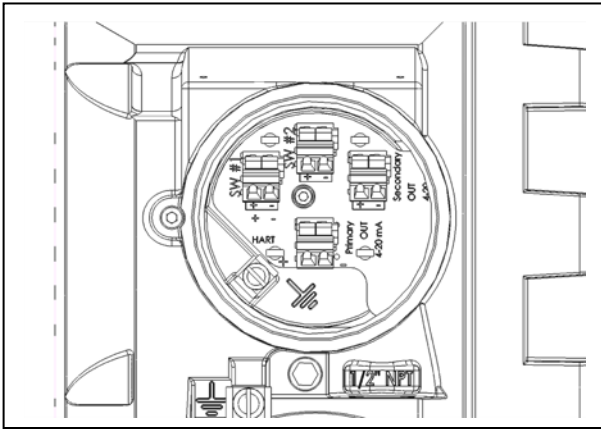

Figure 8 - Circuit de raccordement
Ce chapitre décrit les sous-ensembles constituant l'appareil, afin d'en faciliter l'exploitation et la maintenance. Voir figures 8 à 13.
Il s'effectue sur quatre borniers à clamps (90A) ou un bornier à vis (90 B) (Japon) et une borne de masse (96), logés dans le compartiment de raccordement (figures 8 & 9). Respecter les règles de dénudage pour éviter tout risque de court-circuit et être en conformité avec les normes de protection pour utilisation en atmosphères explosibles.